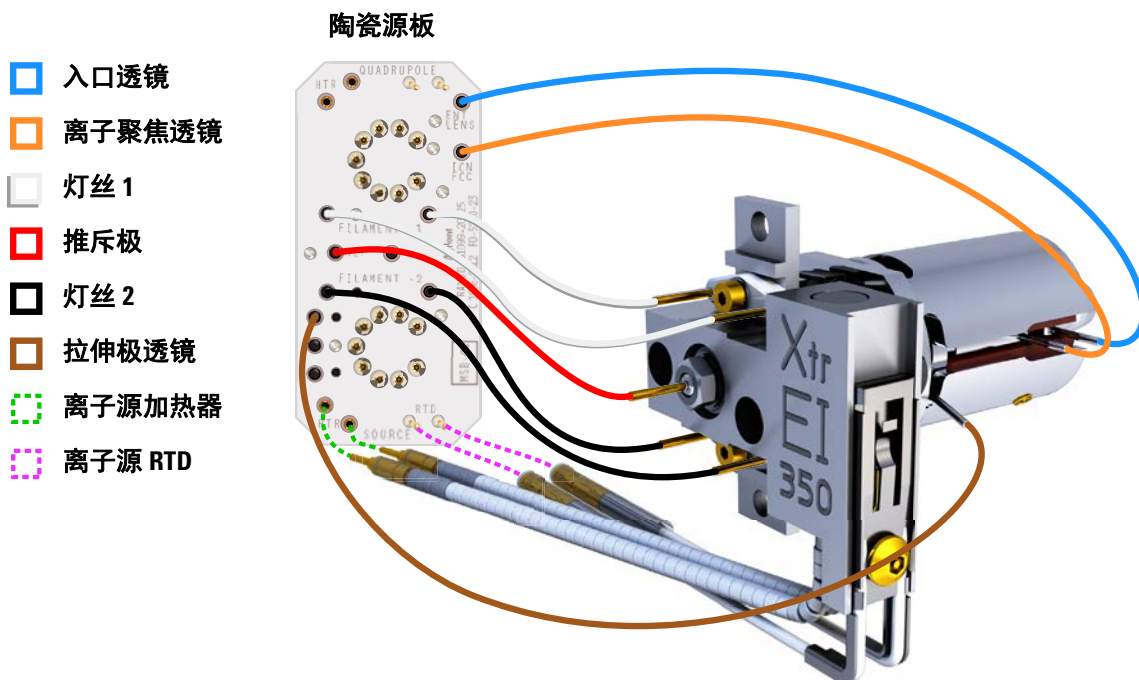

图 43 EI XTR 源的配线
- 1 使用镊子或咀钳连接 / 断开离子源接头上的陶瓷离子源板引线。（请参阅图 43。）